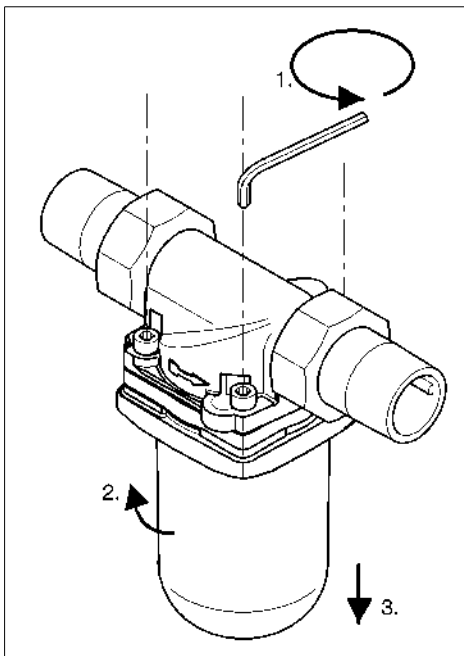

Abb. 4:
- Alle vier Zylinderschrauben mit einem Innensechskantschlüssel lösen (Abb. 4).